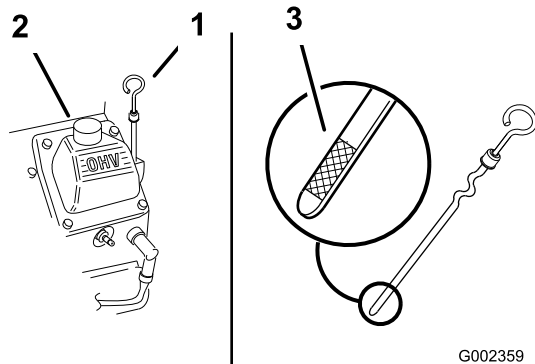

Figura 19
3. Limpe a zona em redor da vareta de óleo (Figura 19), para evitar que entre sujidade no orifício do filtro e possíveis danos no motor.
4. Retire a vareta do óleo e limpe a extremidade (Figura 19).
5. Deslize a vareta de óleo para dentro do tubo do filtro, mas não enrosque no tubo (Figura 19).
6. Coloque lentamente cerca de 80% da quantidade de óleo especificada no bocal de enchimento do óleo (Figura 19).